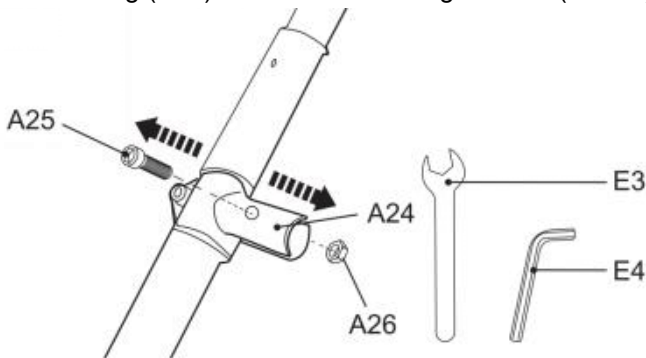

Fig. 1
1. Entfernen Sie die vormontierte Schraube (A25) und Mutter (A26) von der Griffhalterung (A24) und halten Sie sie griffbereit (Abb. 1).